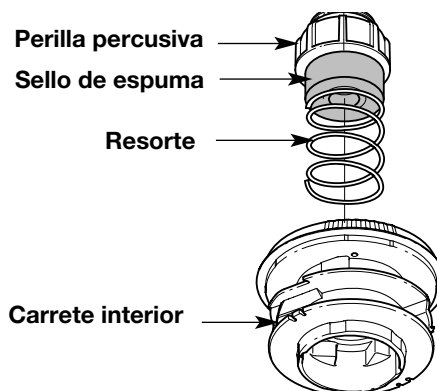

Fig. 21
1. Saque la perilla percusiva, el resorte y el sello de espuma girando la perilla percusiva en sentido antihorario (Fig. 21).
2. Saque la botón de tope, el resorte y el sello de espuma (Fig. 21).
3. Saque el carrete interior con la línea existente de la bobina exterior (Fig. 21).
7. Coloque la botón de tope, el resorte y el sello de espuma en la bobina exterior (Fig. 21).